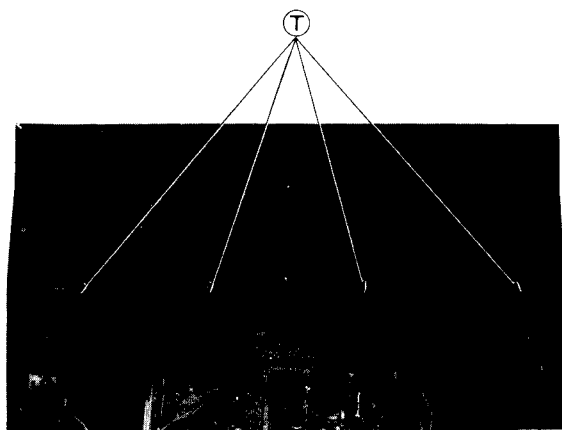

Fig. 16 Abb. 16
2. Remove the back cover and detach the tube board. Remove the 4 screws (ⓧ) as shown in fig. 16, then slide upwards and remove the pressboard plate. Slide the main chassis towards you about 20 cm then lift the back side of the chassis until it remains in a stable position.
2. Die Geräterückseite abnehmen, und die Röhrenplatte entfernen. Die vier 4 Schrauben (ⓧ) entfernen, wie in Abb. 16 gezeigt, und anschließend die Spanholzplatte nach oben schieben und entfernen; das Hauptchassis ca. 20 cm gegen sich ziehen und die Rückseite des Chassis anheben, bis es in stabiler Position bleibt.